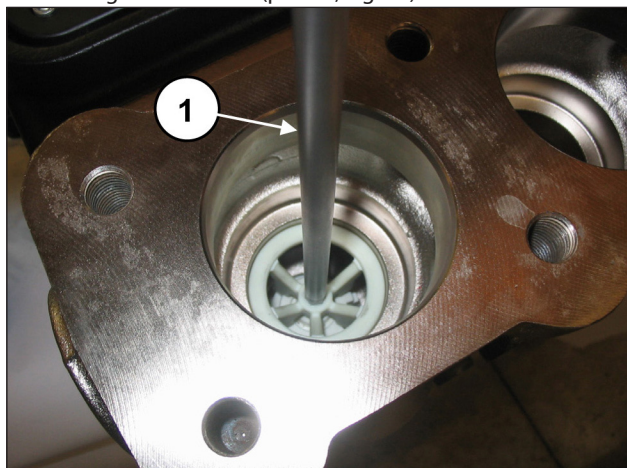

Fig. 83
Extraer el distanciador de la guía de la válvula utilizando una llave hexagonal de 8 mm (pos. ①, Fig. 83).